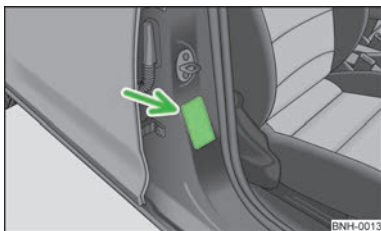

Fig. 87
- Asupra acestui aspect atenționează și autocolantul care se găsește pe stâlpul B, pe partea pasagerului față » fig. 87. Eticheta poate fi observată după deschiderea portierei pasagerului față. În unele țări, eticheta este lipită și pe parasolarul pasagerului față.